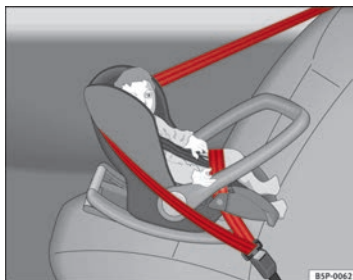

Fig. 23 Siège pour enfants du groupe 0 monté à l'arrière dos à la route
Groupe 0 : Pour les bébés jusqu'à environ 9 mois, pesant jusqu'à 10 kg, les sièges convenant le mieux sont ceux représentés sur la figure ⇒ fig. 23.
■ **Groupe 0+** : Pour les bébés jusqu'à environ 18 mois, pesant jusqu'à 13 kg, les sièges convenant le mieux sont ceux représentés sur la figure ⇒ fig. 23.